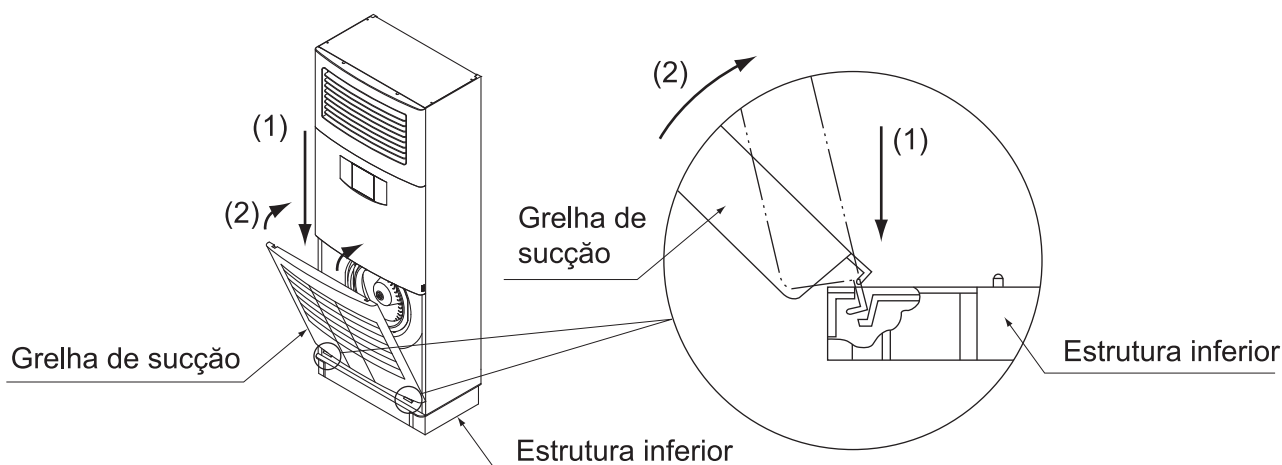

Fig. 40
1. Engate a grelha de sucção no entalhe da estrutura inferior da unidade na ordem (1)→(2). (Consulte a Fig. 40)